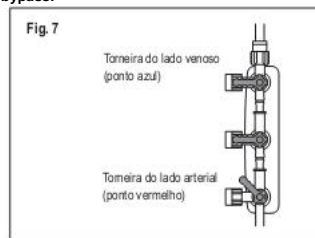

Fig. 7
- Instale torneiras conforme indicado na Fig. 7 e feche a linha de amostragem com a torneira do lado arterial a fim de prevenir o shunt artério-venoso durante a circulação extracorporeal. Após fechar a linha de expurga, reduza gradualmente a velocidade do fluxo sanguíneo para zero e, em seguida, feche a linha de recirculação.